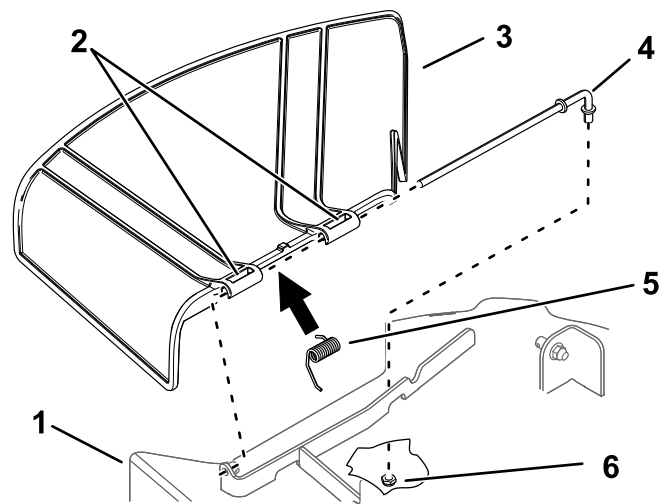

Figura 78
1. Retire la tuerca (3/8") de la varilla debajo del cortacésped (Figura 78).
2. Retire la varilla del soporte de la carcasa, del muelle y del deflector de hierba (Figura 78).
4. Instale el deflector de hierba nuevo (Figura 78).
7. Deslice la varilla a través del segundo pivote del deflector de hierba (Figura 78).
9. Sujete el extremo trasero de la varilla en el cortacésped con una tuerca (3/8"), como se muestra en la Figura 78.